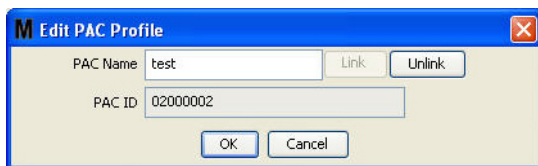

FIG. 117
- La case « Modifier le profil de PAC » montré à la FIG. 117 s'affiche. Pour changer le nom de la PAC, tapez un nouveau nom dans la case Nom de PAC (PAC name) et cliquez sur OK pour fermer la fenêtre et sauvegarder les modifications.